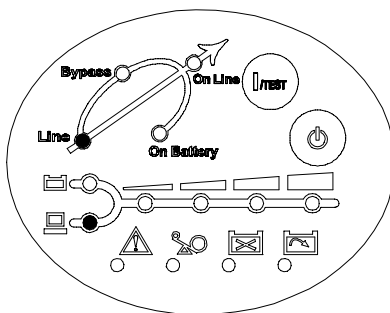

图 3-1 待机模式
- 将电源线之一端插至 L,N,G, 三线之良好接地的插座, 请勿使用延长线和附加之插头。风扇将转动, 所有 LED 灯亮 2-3 秒。同时 UPS 内中央处理器决定初始参数, 用户亦可检查所有的 LED 指示灯是否正常。初始时 UPS 处于“待机模式”, 听到一声“哔”后, 负载 LED 灯亮, 市电 LED 灯亮表示在待机状态, 见图 3-1。